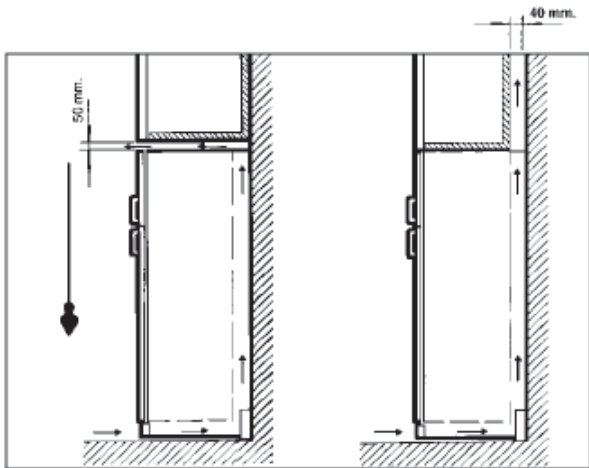

Рис. 1
- Вокруг прибора должна быть обеспечена необходимая вентиляция (см. рис. 1)